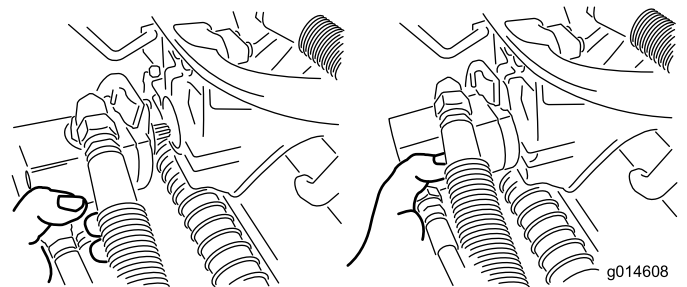

図 36
3. 外したモータは、サスペンション・アームの前部にある一時保管位置にセットしておく（図 36）。